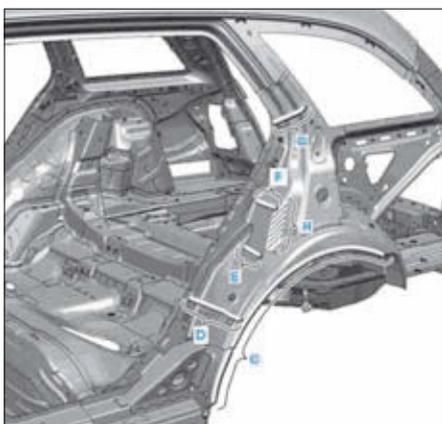

FIG. 117
- de la colle à deux composants dans la zone quadrillée (H) (Fig.117).